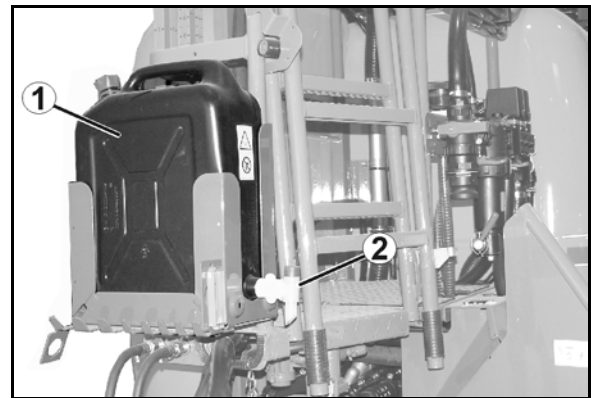

Fig. 59
- Det lukkede klapdæksel trykkes nedad (Fig. 59).